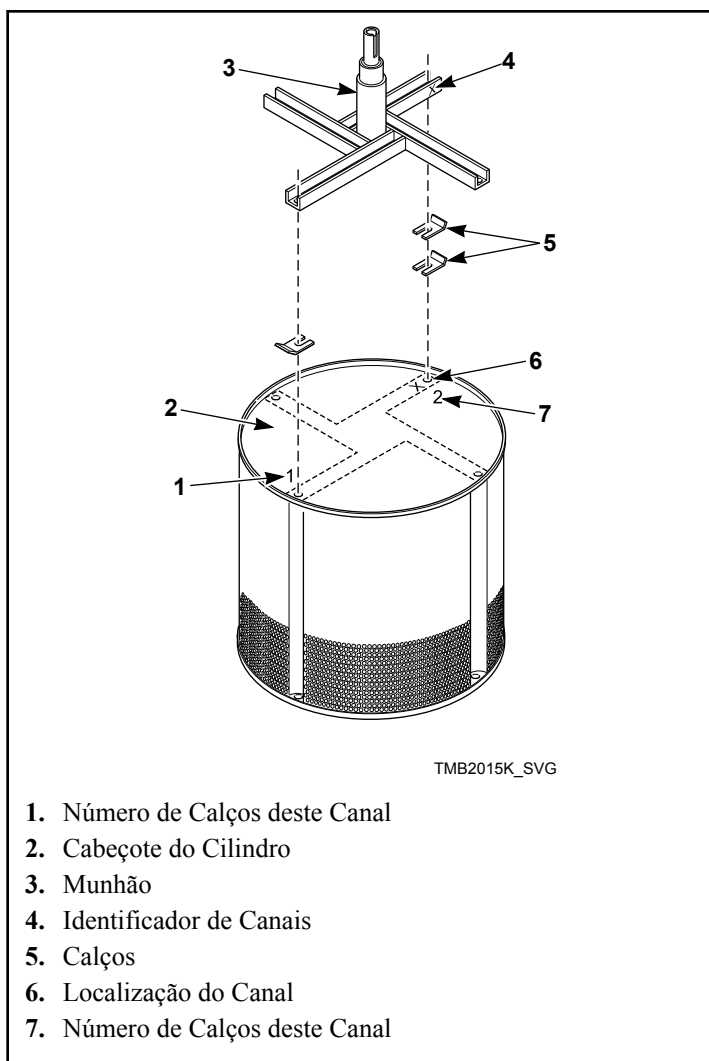

Figura 9
6. Ao montar novamente, de forma a assegurar um equilíbrio adequado do cilindro, assinale a localização original de cada canal na cabeça do cilindro e o número de calços de cada canal antes de remover. Consulte a *Figura 9*.